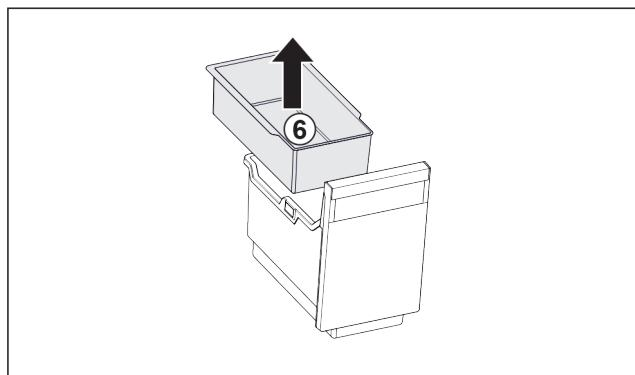

Fig. 85
- Извлеките Fig. 85 (6) подвесной лоток.